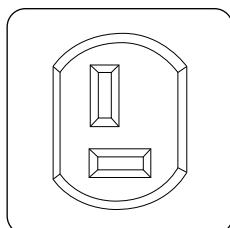

рис. 4
Розетка (14) (рис. 4) служит только для зарядки 12-вольтного аккумулятора.